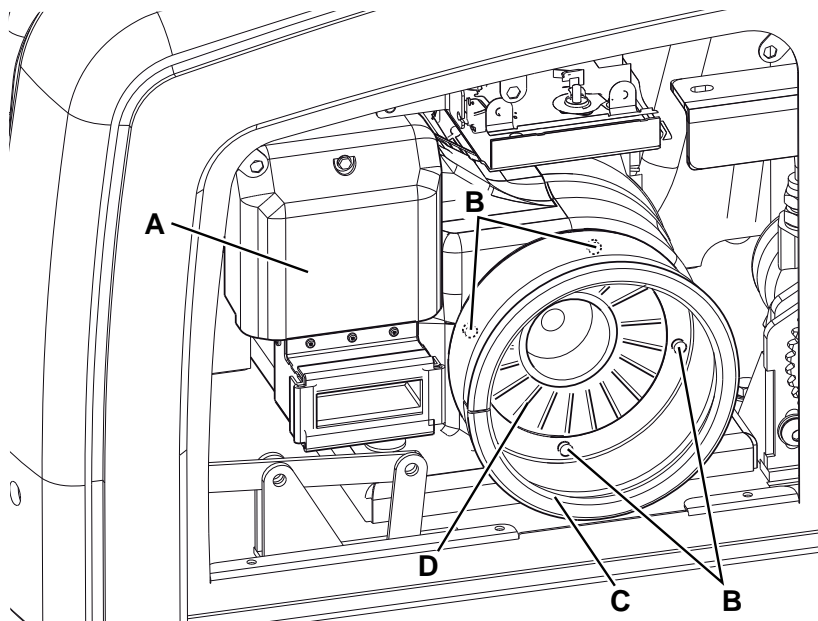

Figure 28
2. Activer le frein de stationnement au moyen de la pédale (82) et du levier (75).
3. Tourner la clé de contact (69) sur "0".
4. Enlever les vis (48), puis enlever le panneau de protection latéral gauche (47) en dégageant les dispositifs de retenue (49).
5. Nettoyer le préfiltre à air moteur et / ou effectuer les opérations d'entretien de la cartouche (A, Fig. 28) du filtre à air, en procédant comme décrit dans le manuel du moteur à essence.
6. Installer à nouveau le panneau de protection latéral gauche (47).
5. Enlever les vis (B, Fig. 28), puis enlever le convoyeur d'air (C).
6. Nettoyer le circuit de refroidissement (D) du moteur, en procédant comme indiqué dans le manuel du moteur à essence.
7. Installer à nouveau le panneau de protection latéral gauche (47).